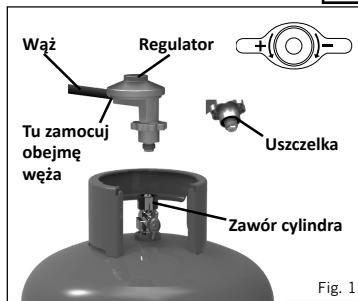

Fig. 1
- Podczas wymiany zbiornika na gaz zamknąć zawór cylindra, a następnie zawór urządzenia (patrz rys. 1 i 2). Upewnij się, że płomień zgasł, odkręć regulator. Ponownie zamocować pełny zbiornik stosując się do wyżej opisanych regul.